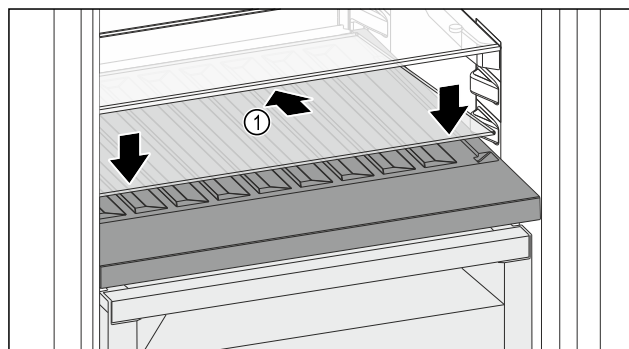

Fig. 104
- Skleněnou desku Fig. 104 (1) zasuněte šikmo a skloněnou dozadu dolů.
- Skleněnou desku Fig. 104 (1) vpředu spus'tte dolů.